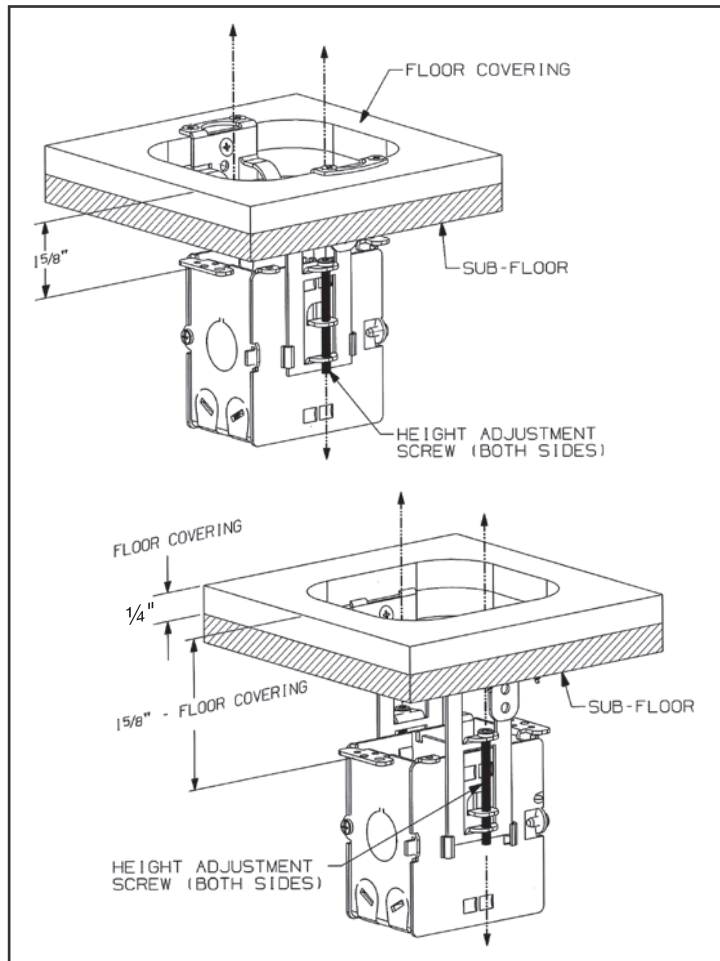

FIGURE 2
5. Set Box height (Fig. 2).
5. Régler la hauteur de la boîte conformément à la Fig. 2.
5. Regular la altura de la caja como se muestra en la Fig. 2.